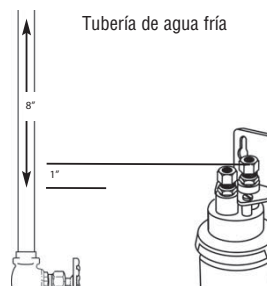

Figura 6
6. Mida hacia abajo 1" (3 cm) desde el accesorio de entrada del filtro y marque los tubos de agua fría existentes. Desde esta marca, mida hacia arriba hasta 8" (20 cm) y marque los tubos. Esta es la parte del tubo que se deberá quitar. De ser necesario, en caso de espacios reducidos, es posible que se deba cortar una sección de tubo mayor. (Figura 6)